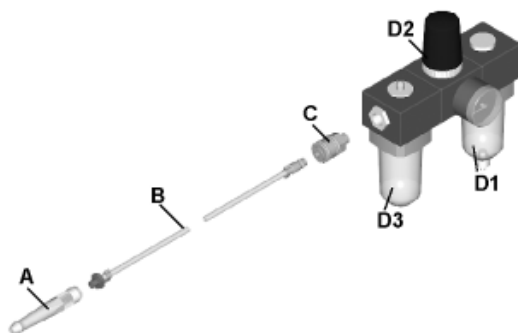

Abb. 1 Anschluss der Zuluftleitung
Der (Gravier-)Meißel (A) wird in Verbindung mit einem Druckschlauch (B) und einer Einhandkupplung (C) an die Wartungseinheit (D1 - D3) angeschlossen (siehe Abb. 1). Zwischen Ventilgehäuse und Druckschlauch kann zur Verlängerung des Gerätes ein Zwischenstück eingebaut werden.
Die Wartungseinheit in folgender Reihenfolge montieren: Wasserabscheider (D1) - Druckregler (D2) - Ölnebler (D3) (siehe Abb. 1).